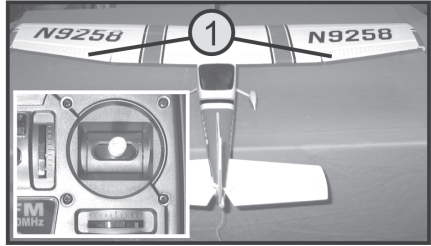

Figure 18a
- Le trimmer pour les ailerons (voir fig. 2, pos. 5) doit être en position centrale. Si la tringlerie de direction est correctement ajustée, les ailerons (1) et les ailes doivent former une surface plane, voir figure 18a.